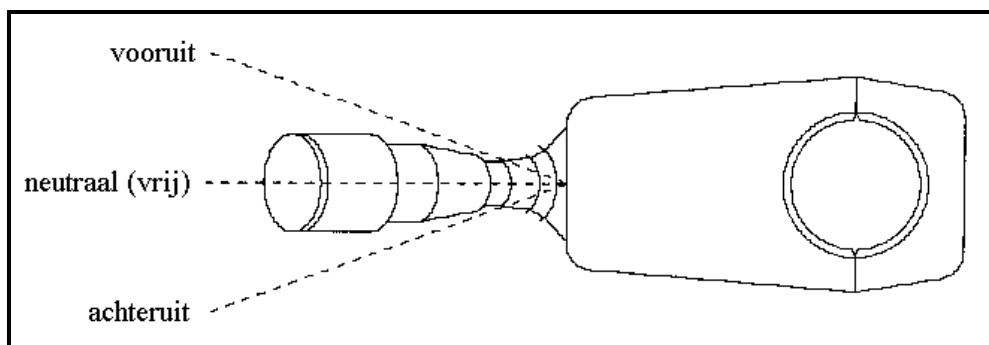

Abbildung 5.1 | Zahnhebel
1. Bevor der Motor gestartet wird, muss das Sinkpedal vollständig durchgedrückt werden. Stellen Sie sicher, dass der Schalthebel auf der linken Seite des Lenkrads im Neutralzustand ist (siehe Abbildung 5.1)